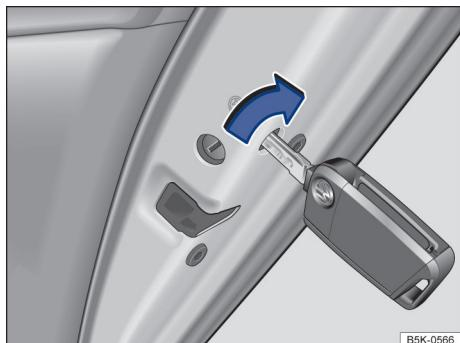

Fig. 69 Na parte dianteira da porta traseira direita: travamento de emergência do veículo com a chave do veículo.
- Inserir a haste da chave ou a chave de emergência na fenda vertical e girar → Fig. 69.